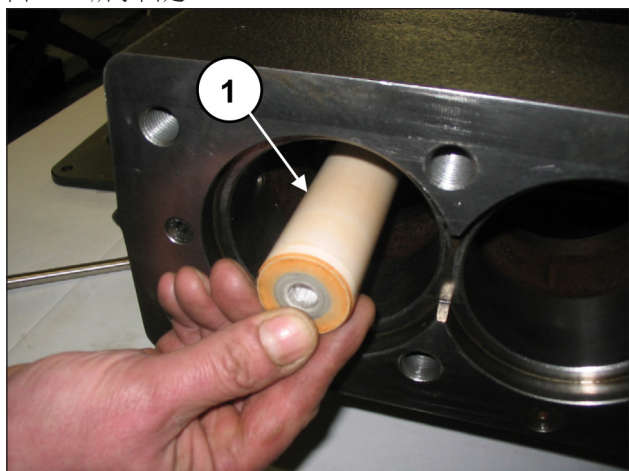
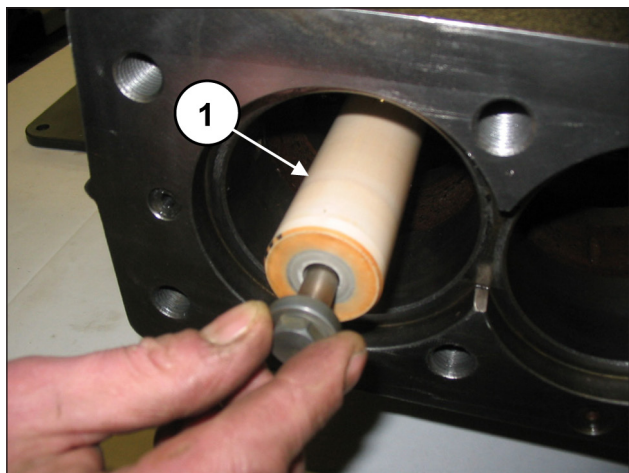

图 157
图 158
将柱塞安装在相应的导承上 (①, 图 157) 并如 ①, 图 158 所示固定。